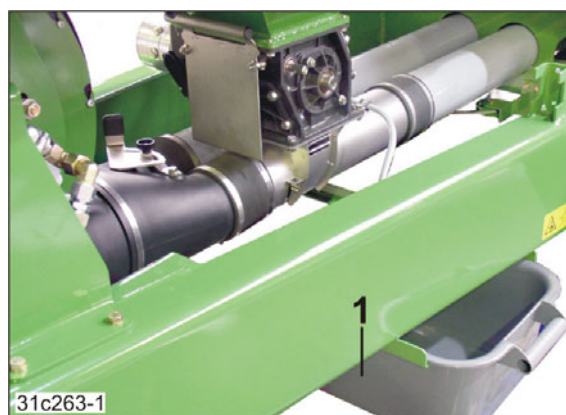

Рис. 248
1. Вставьте поддон для установки нормы высева (Рис. 248/1) в держатель под дозатором.